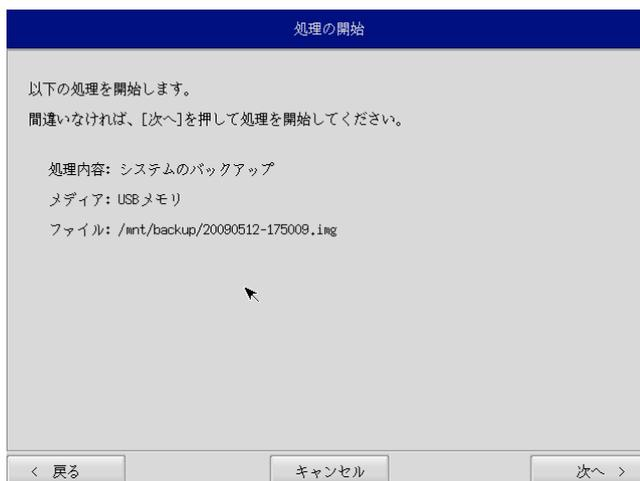

図 7-3-4. 確認画面
- ⑥ 確認画面（図 7-3-4）が表示されます。メディア、保存ファイルを確認します。[次へ]ボタンを押します。